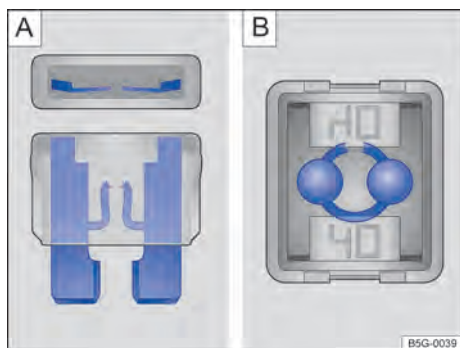

Fig. 139 Fusível queimado: [A] fusível plano, [B] fusível de bloqueio.
- Um *fusível plano* (ATO®, MINI®) queimado é reconhecido de cima ou de lado pela carcaça transparente nas faixas metálicas derretidas → **Fig. 139 [A]**.
- Um *fusível de bloqueio* (JCASE®) queimado é reconhecido pelas faixas metálicas derretidas por cima da carcaça transparente → **Fig. 139 [B]**.